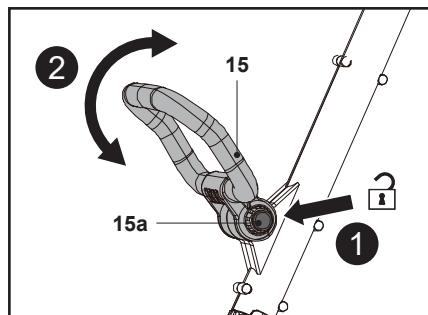

Fig. 4
1. Appuyer sur le bouton de verrouillage (15a) et le maintenir dans cette position, puis tourner la poignée secondaire (15) vers le haut ou vers le bas pour régler l'angle (Fig. 4).
2. Relâcher le bouton de verrouillage (15a) et continuer à faire pivoter doucement la poignée secondaire (15) jusqu'à ce qu'elle se verrouille. S'assurer que le système de gouges se verrouille.